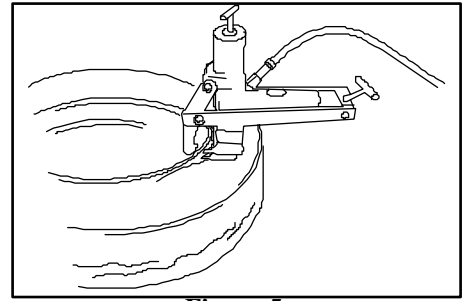

Figura 5
3. Mantenga el desmontador de llantas en una posición tal que esté casi perpendicular (90°) respecto al rin. (Vea la Figura 5.) De ser necesario, ajuste la posición del desmontador de llantas.